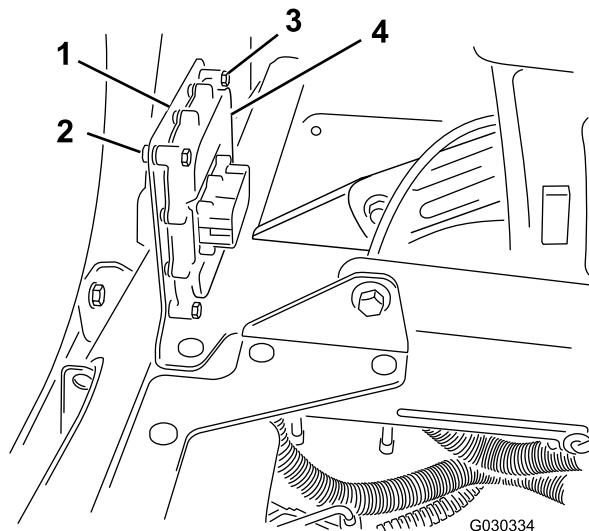

Figura 8
3. Fissate il controller elettronico alla staffa di montaggio con 4 bulloni (1/4 x 1-1/8 poll.) e 4 dadi di bloccaggio (1/4 poll.) come mostrato nella Figura 8.